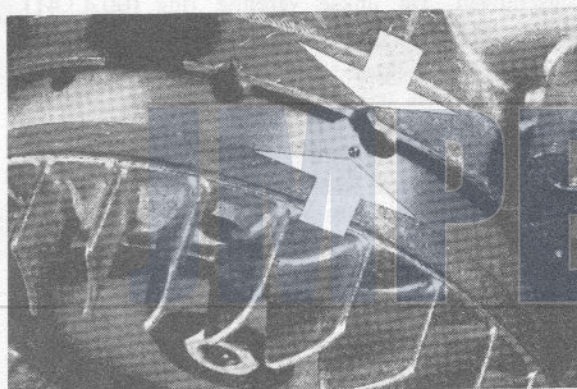

Fig. 27
- De voorontsteeking bedraagt 16° op de krukas voor het bovenste dode punt, of, gemeten als zuigerweg 0,9 mm voor het bovenste dode punt. Nabij de uitgang van de bougiekabek uit het carter bevinden zich aan de rand van het carter 2 inkepingen tegenover het vlieg wiel. Op het vlieg wiel zelf is een centermerkteken. Als men centermerkteken naar de voorste inkeping draait, staat de zuiger precies in het bovenste dode punt. Draait men het centermerkteken naar de achterste inkeping, dan staat de zuiger 16° op de krukas = 0,9 mm zuigerwer voorontsteeking voor het bovenste dode punt (fig. 27).